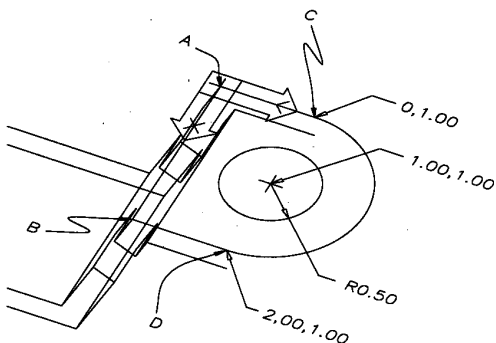

图 2-57
15) 用UCS命令的3point选项将UCS移到线框模型的上部, 各坐标点如图 2-57所示。
16) 用ARC命令的起点、中心和端点方式作圆弧，其坐标如图 2-57所示。然后作直径为 1 单位的圆（该圆表示一个圆孔），其圆心坐标如图 2-57所示。